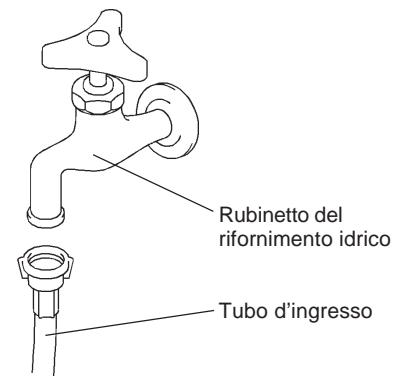

Fig. 8
- 3) Collegare l'altra estremità del tubo d'ingresso al rubinetto dell'acqua (Fig. 8), assicurandosi che la rondella sia posizionata correttamente prima di serrare manualmente come sopra.